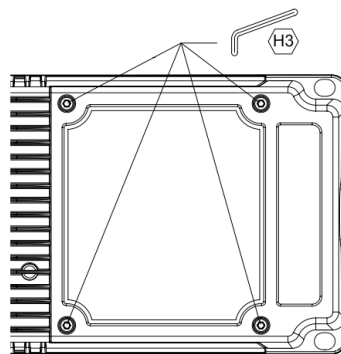

Рис.8
Подключение осуществляется через вводную коробку драйвера, установленного на прожекторе (рис.7). Для подключения прожектора к сети питания, необходимо открутить винты фиксации крышки вводной коробки (рис.8), снять крышку вводной коробки, продеть трехжильный кабель питания (L, N, PE) через кабельный ввод «А». Присоединить кабель к клеммам питания и заземления (L (LN) – коричневый, N (NT) - голубой, PE (PE1) – желто-зеленый). Затянуть кабельный ввод «А» с усилием 5 Н*м . При межфазном подключении к сети 380В, использовать клеммы L (LN) и N (NT), L - L1, N - L2. Рекомендуемый диаметр кабеля питающей сети 13-18 мм. Сечение жилы 1,5-2,5 мм².